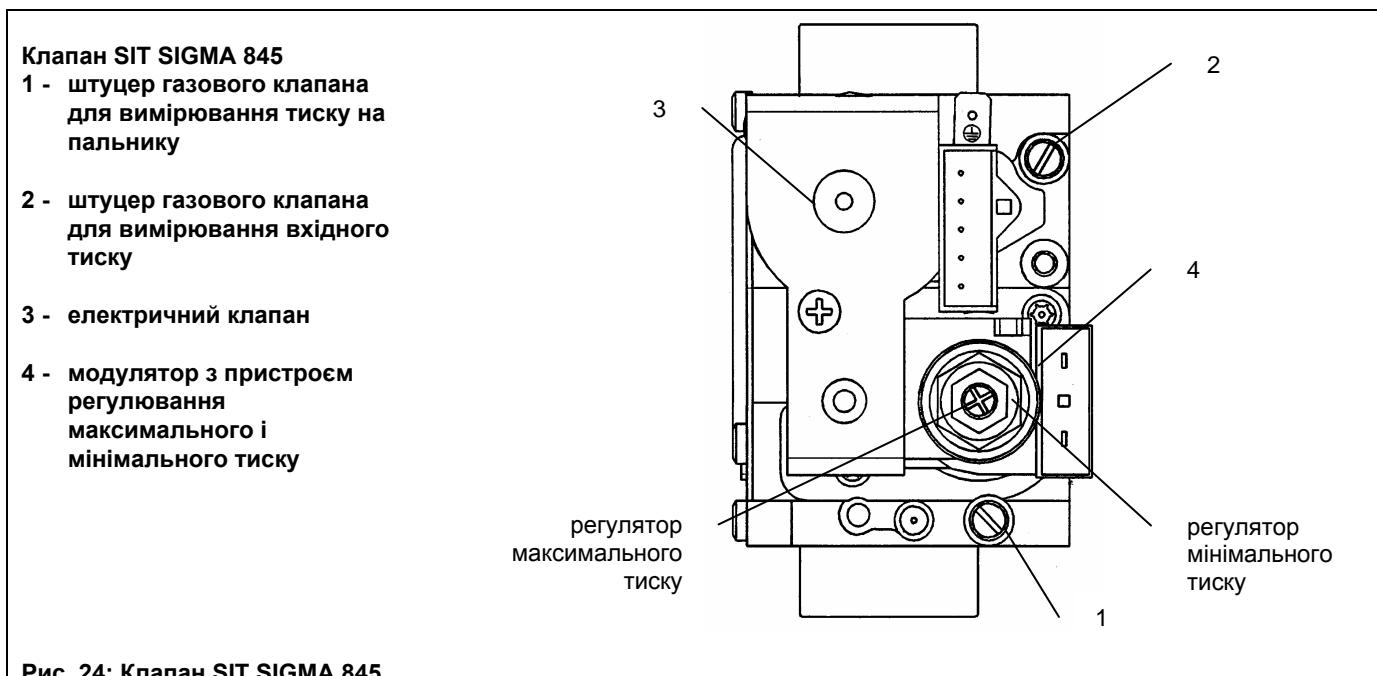

Рис. 24: Клапан SIT SIGMA 845
- Відкрутити гвинт на штуцері 2 (Рис. 24) і приєднати до штуцера 2 манометр.
- Перевірити динамічний вхідний тиск газу (штуцер 2, рис.24). Номінальний тиск: 20 мбар для природного газу, 30 мбар для бутану, 37 мбар для пропану.
- Відкрутити гвинт на штуцері 1 (Рис. 24) і приєднати до штуцера 1 манометр.
- Відкррутити гвинт на штуцері 1 (Рис. 24) і приєднати до штуцера 1 манометр.